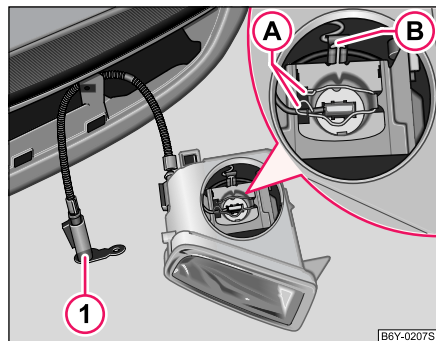

Fig. 160 Dépose de l'ampoule pour antibrouillard
- Débranchez le connecteur ② ⇒ fig. 160.
- Comprimer l'étrier en fil de fer ③ du support de l'ampoule et le rabattre.
- Remettez l'étrier en fil de fer ③ sur la coupelle de l'ampoule. Comprimer l'étrier en fil de fer et le bloquer.
- Remettre le connecteur ②.